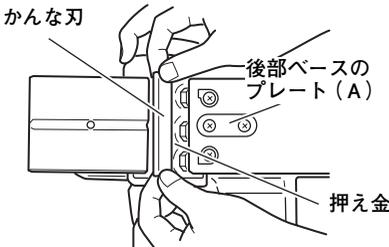
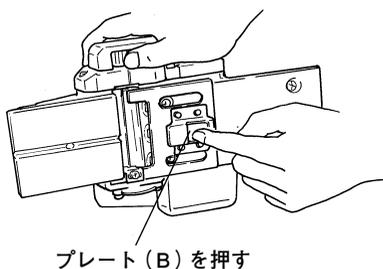
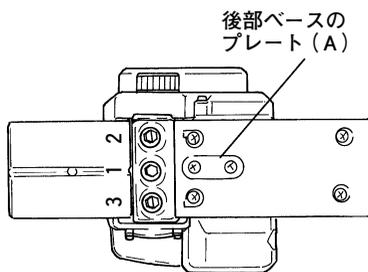

図 15
図 18
図 21
- (3) かなな刃の両端を持って、ウラバと押え金の間に入れます。(図15)
- (6) 図 18 のように刃高調整定規のプレート (B) を指で「ポン」と押すと、刃高調整定規は後部ベースのプレート (A) (図 15, 図 21 参照) に強く吸い着きます。
(9) 次に、抜き取っておいた真ん中のボルトをネジ込み、ボックススパナで 3 本のボルトを図 21 の順序で、2～3 回くり返して十分に締付けます。
(10) かな胴を反転し、反対側も同じように取付けます。